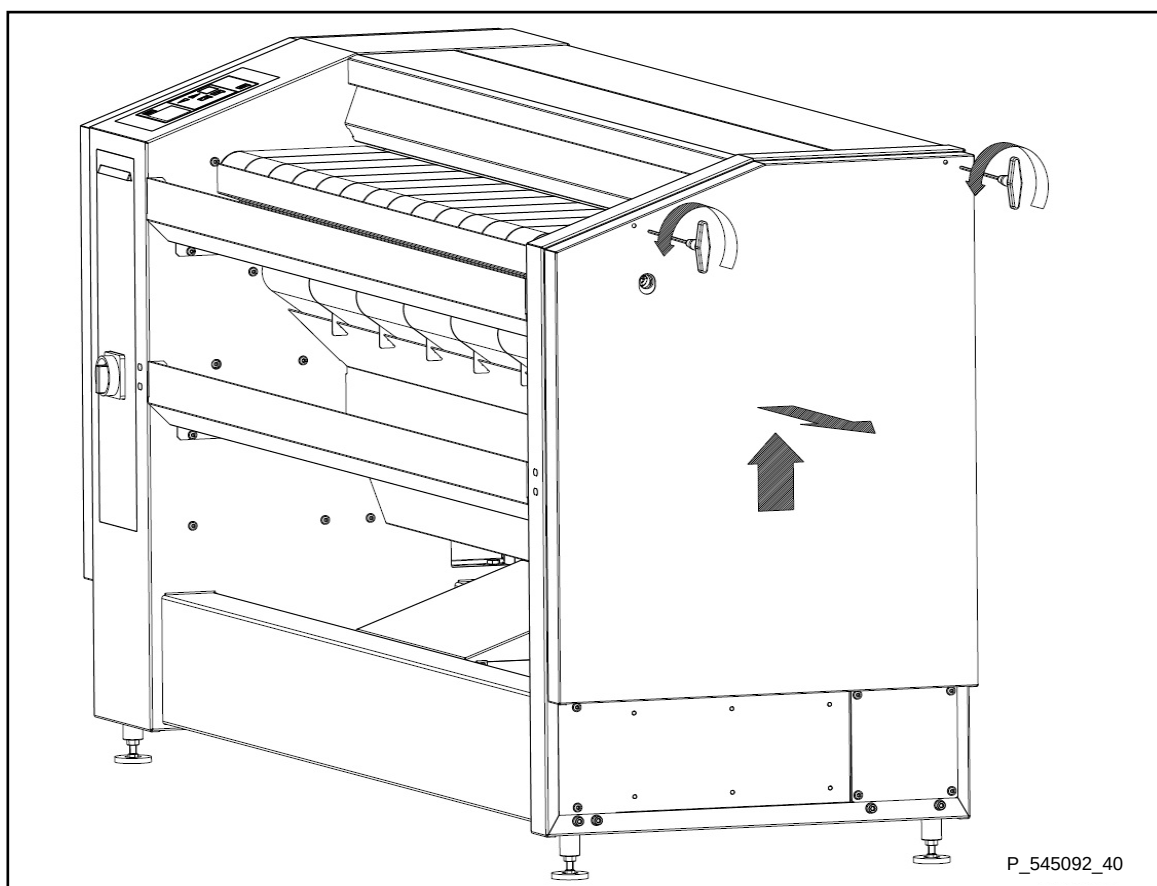

figura 3.8.A.
- Antes de la puesta de la máquina en funcionamiento desmonte las dos cubiertas laterales, véase la figura 3.8.A.
- Figura 3.8.A. – Desmontaje de cubiertas laterales.